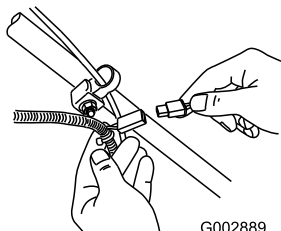

Figure 49
1. Branchez le chargeur au faisceau de câblage de la tondeuse situé sous la clé de contact (Figure 49).